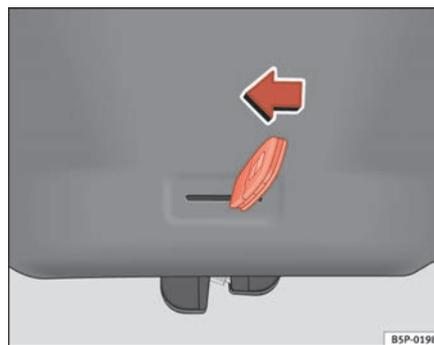

Fig. 67 Porta-bagagens: abertura de emergência
- Introduza o palheta da chave na ranhura e destranque o sistema de fecho, rodando a chave da direita para a esquerda, tal como indica a seta ⇒ fig. 67. ■